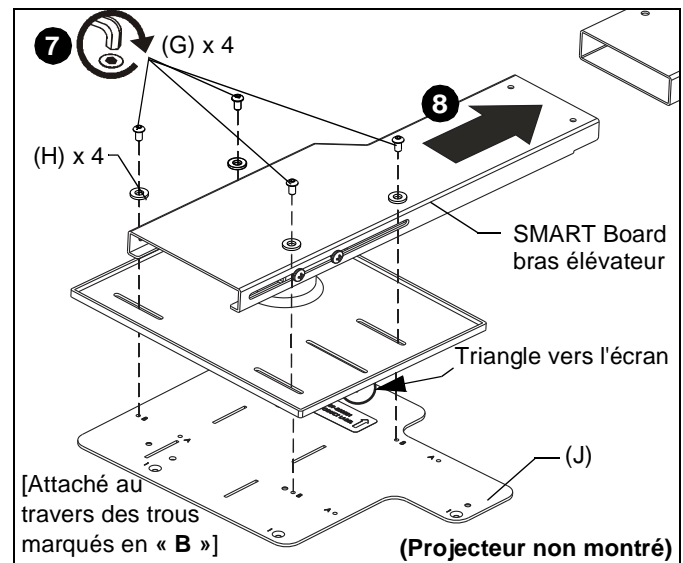

Figure 10
7. Attachez le support d'interface (J) avec le projecteur attaché à l'extrémité du bras élévateur SMART Board existant au travers des trous de montage marqués en « B » à l'aide de quatre vis à tête plate de M4 x 8mm (G) et quatre rondelles M4 (H). (Voir Figure 10)
8. Glissez le bras élévateur SMART Board dans le support SMART board pour corriger l'emplacement de l'extension du bras et de la hauteur en fonction du modèle de projecteur et du modèle de SMART Board, en suivant les informations en Tableau 2. (Voir Figure 10)